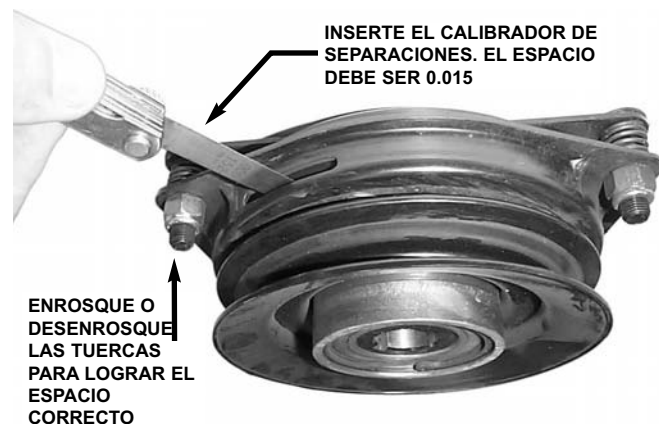

FIGURA 5.11
3. Si el espacio es incorrecto, enrosque o desenrosque las tuercas para lograr el espacio correcto. Vea la figura 5.11